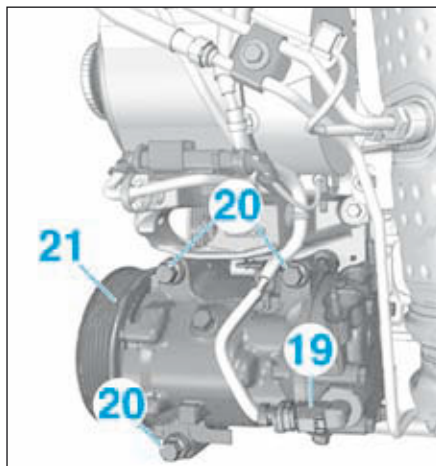

FIG.9
- Débrancher le connecteur (19) du compresseur de climatisation (Fig.9).
- Déposer les vis (20).
- Sans débrancher les canalisations de climatisation, écarter et fixer le compresseur de climatisation (21).